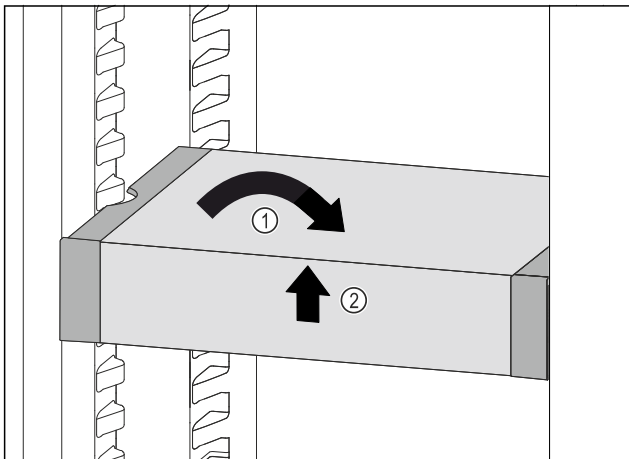

Fig. 32
- ▶ Установите VarioSafe прямо. Fig. 32 (1)
- ▶ Приподнимите VarioSafe спереди. Fig. 32 (2)